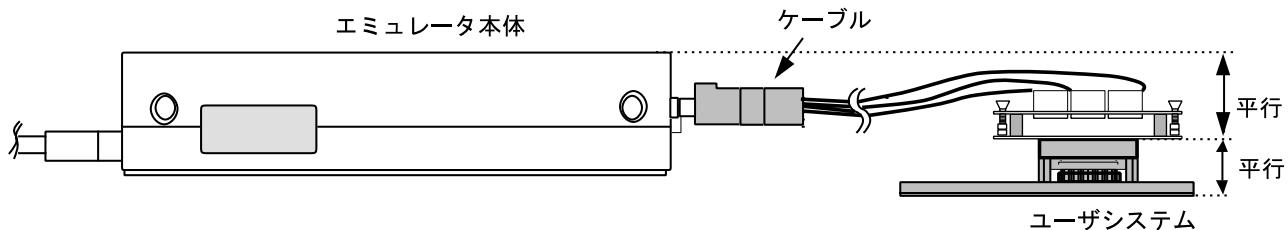

図11 設置例
- (1) ユーザシステムへの接続時には1ピン位置に十分注意して、誤接続は絶対にしないでください。
- (2) 本ユーザシステムインターフェースケーブルを使用する場合の推奨マウントパッド寸法は、MCU実装用マウントパッド寸法とは異なりますので注意してください。
- (3) 本ユーザシステムインターフェースケーブルは、HS2646EPI61Hエミュレータ専用ですので、他のエミュレータ本体には使用しないでください。
- (4) ケーブル本体部が断線する可能性がありますので、本ユーザシステムインターフェースケーブルの上に重いものや金属等の角の尖ったものを置かないでください。
- (5) ユーザシステムに接続した状態では、ユーザシステムインターフェースケーブル、特にケーブル先端部に無理な力が加わらないように注意する必要があります。図11の設置例を参照してご使用ください。